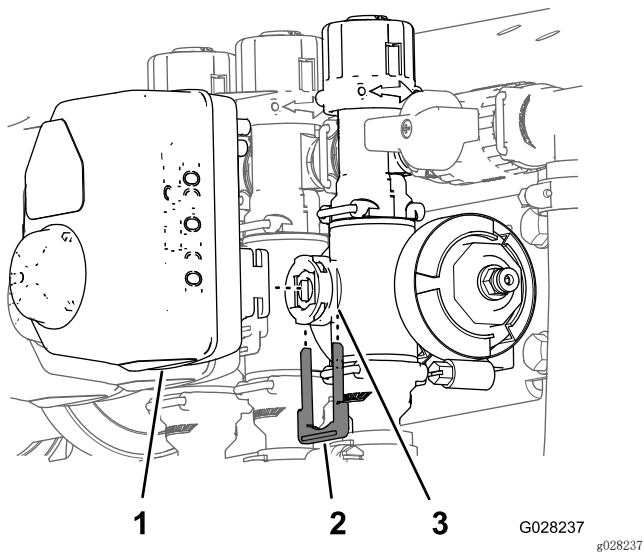

图77
2. 取下将致动器固定至喷洒臂段阀或搅拌阀歧管阀的卡环 (图77)。